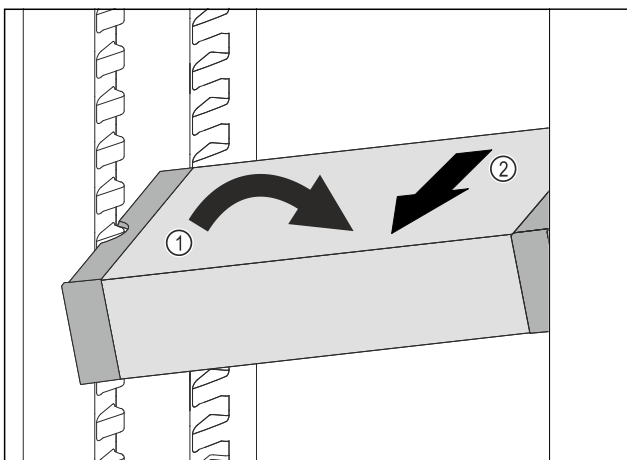

Fig. 206
- ▶ Расположите VarioSafe в холодильном отделении под наклоном. Fig. 206 (1)
- ▶ Извлеките VarioSafe движением вперед. Fig. 206 (2)